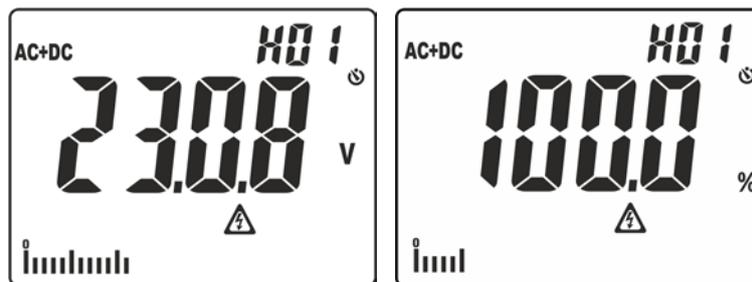

Fig. 3: Visualização das amplitudes na análise dos harmônicos
- Pressão simples do botão para a visualização das amplitudes dos harmônicos de tensão e corrente até à 25ª ordem (**Hdc**, **H01... H25**) no formato absoluto ou em percentagem em relação às fundamentais dos sinais na entrada (para valores de tensão VCA >0.5V e corrente CA > 0.5A e frequência compreendida entre 42.5Hz ÷ 69Hz) e o valor em percentagem do parâmetro **THD%** (consultar o § 9.4) como se mostra na Fig. 3. Usar os botões  $\blacktriangle$  e  $\blacktriangledown/\text{Ⓜ}$  para aumentar/diminuir a ordem do harmónico